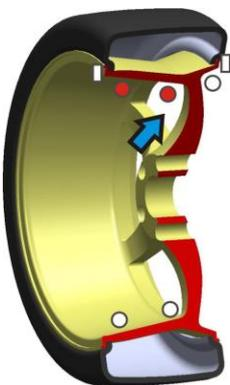

Bild 6
- Bewege das Rad langsam gegen den Uhrzeigersinn. Wenn alle **rechten** LEDs der Anzeige aufleuchten, zeigt dies die richtige Winkelposition an, an der die Gegengewichte montiert werden sollen. Bringe das Gegengewicht auf der 12 Uhr - Position **außen**, wie in Bild 6 gezeigt, an.